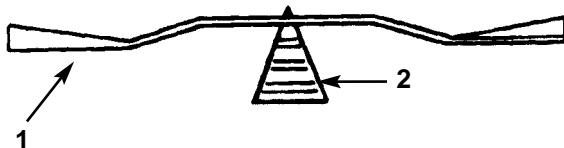

Fig. 37
- Verificate il bilanciamento della lama appoggian-dola su un supporto conico (Fig. 37). Se la lama rimane in posizione orizzontale, è bilanciata e può essere utilizzata; se non è bilanciata, limate del metallo dal retro. Ripetete fin quando la lama è bilanciata.